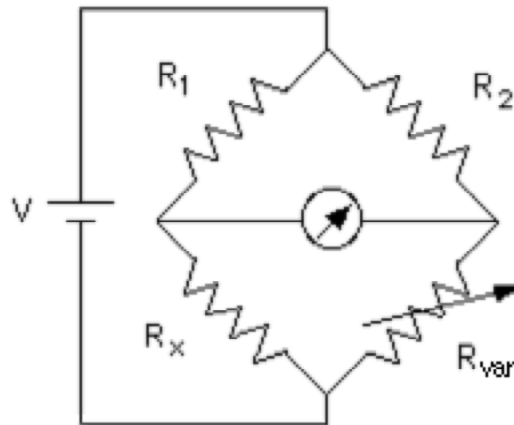

Figura 2.3.- Puente de Wheatstone
13.- La Figura 2.3 muestra el circuito de un Puente de Wheatstone. Describa brevemente su principio de operación y escriba la ecuación fundamental para obtener el valor de la resistencia a medir.